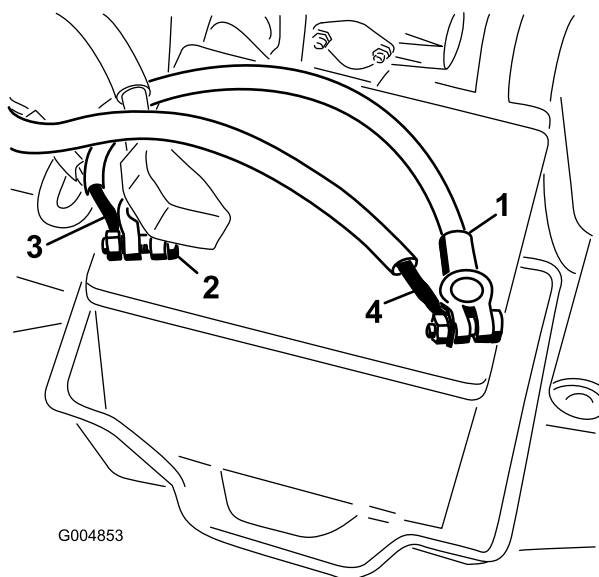

Figura 26
11. Collegate il cablaggio di alimentazione al polo positivo della batteria (Figura 26).
12. Collegate il filo nero al polo negativo della batteria (Figura 26).